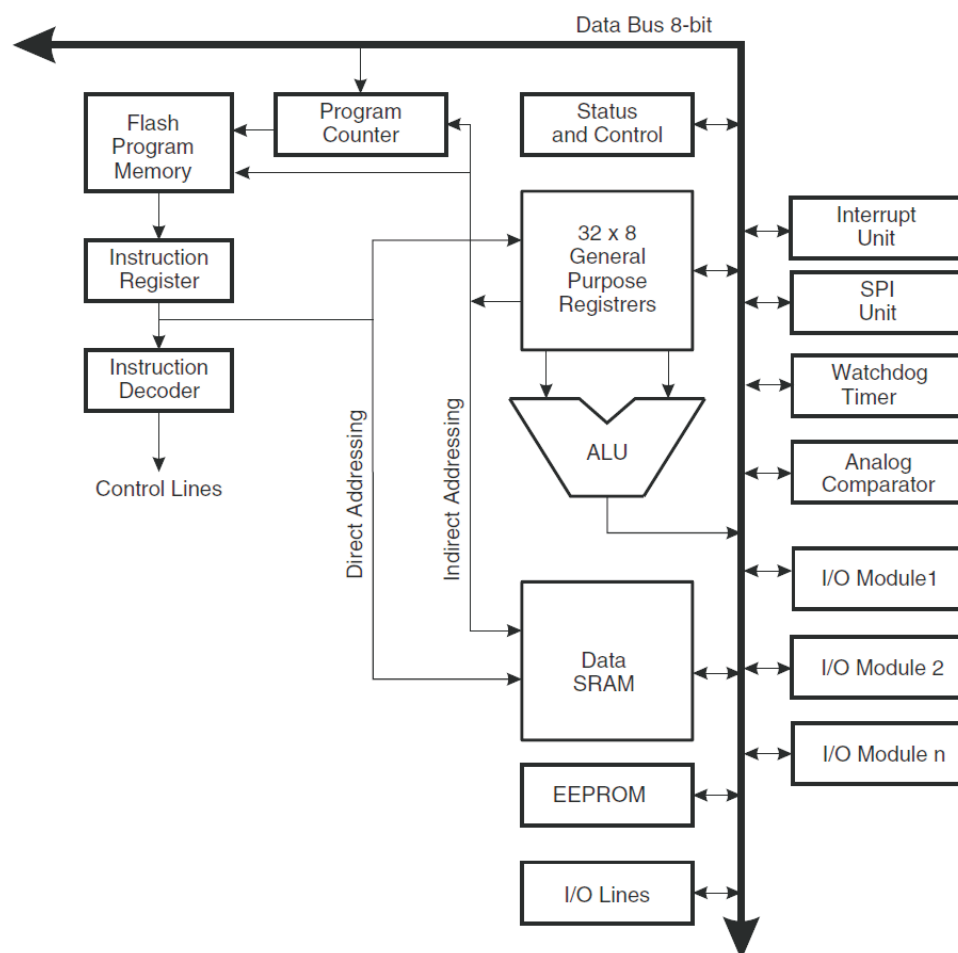

図 1 AVR CPU Core (Atmel 社データシート 8 ページより引用)
■CPU コア AVR の CPU コアは図 1 のような構成になっている。算術演算回路 (ALU: arithmetic logical unit), 命令レジスタ (Instruction Register), 命令デコーダ (Instruction Decoder), 周辺回路とのやりとりをするためのデータバス (Data Bus, 8 ビット) から構成される。